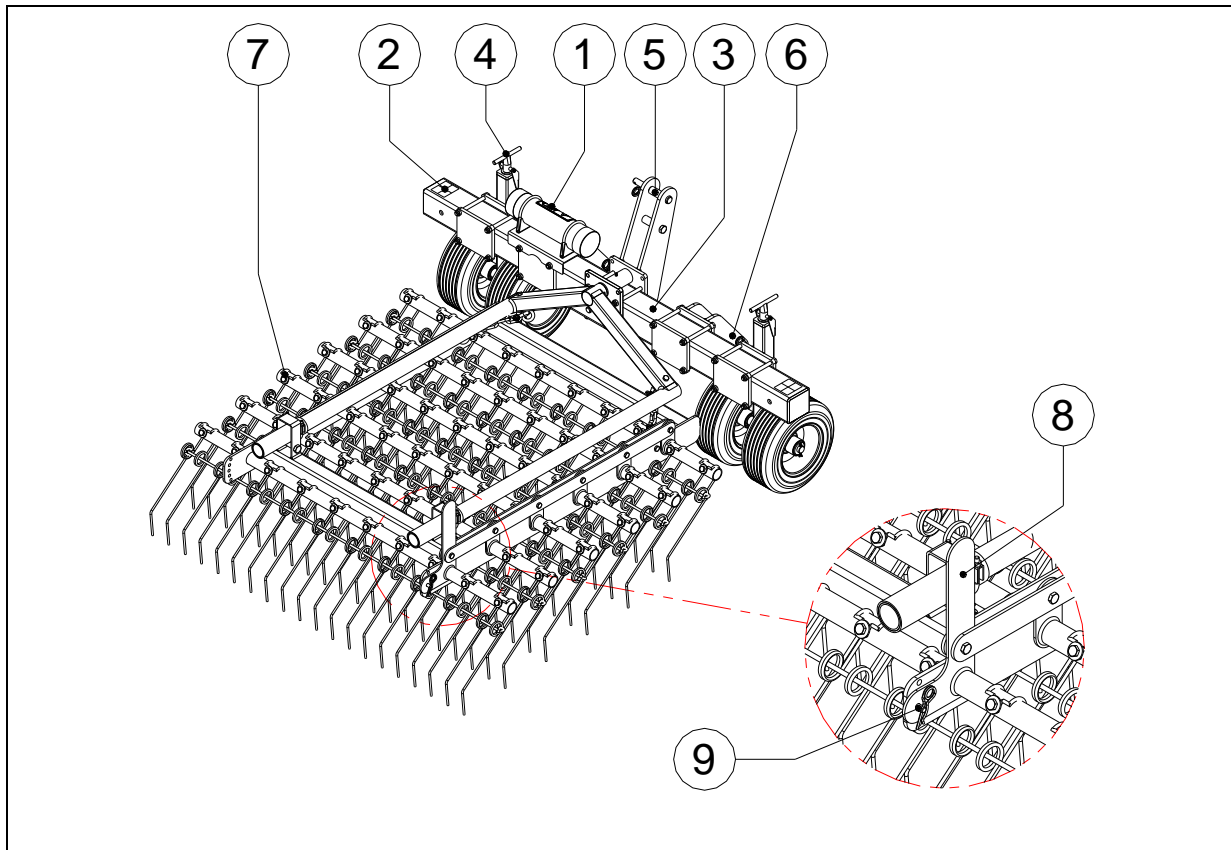

Abb. 7
In Abbildung 7 werden einige wichtige Bauteile aufgeführt.
1. Verstellung der Laufräder durch Verdrehen der Spindeln 4 (Abb. 7) an der Vorderseite der Maschine.